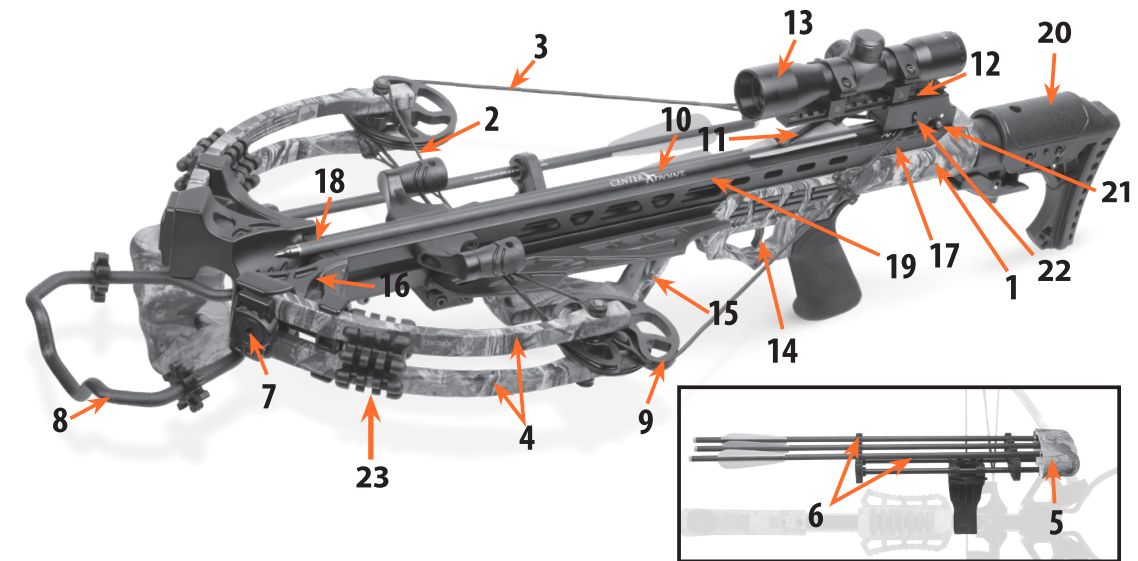

**Fig. 1**
**2. PARTS LIST ( See Fig. 1)**